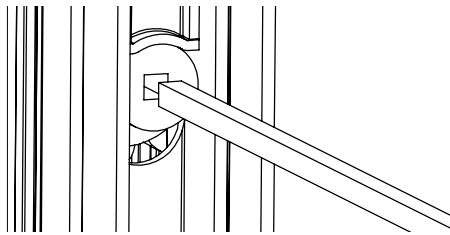

Fig. 5
18. Insérez la tige carrée dans l'échelon inférieur du rail de base et dans le trou carré du côté fixe de la niveuse, (Fig. 5) La tige centrale doit être au centre de l'échelon pour bien pivoter.